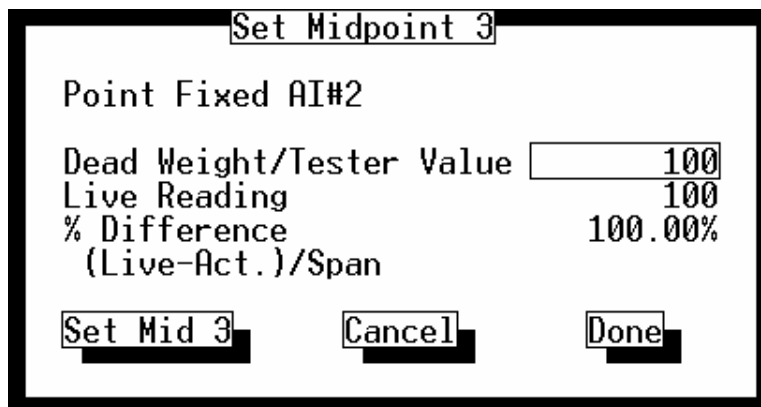

Figura 3-14. Ajuste de Ponto Médio3
15. Se desejado, calibre Ponto Médio3 (tais como 75% de variação) para a Pressão Diferencial (somente orifício), Pressão Estática ou Temperatura. Entre **Peso Morto/Valor de Teste** (em unidades de engenharia) e pressione o botão **Ajuste de Ponto Médio3**. Observe a figura 3-14 e a Seção 3.3.4.5, Ajuste de Ponto Médio3 na página 3-18. Ou, utilize o botão **Feito** e proceda o passo 16.